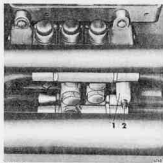

Fig 158.
3. För spåken för tippcylindrarna bakåt och kontrollera överströmningsventilens reglertryck. Justera därefter ventilen till ca 125 kp/cm², se fig 158. Om justerkraven dras in tre varv höjs trycket ca 30 kp/cm².